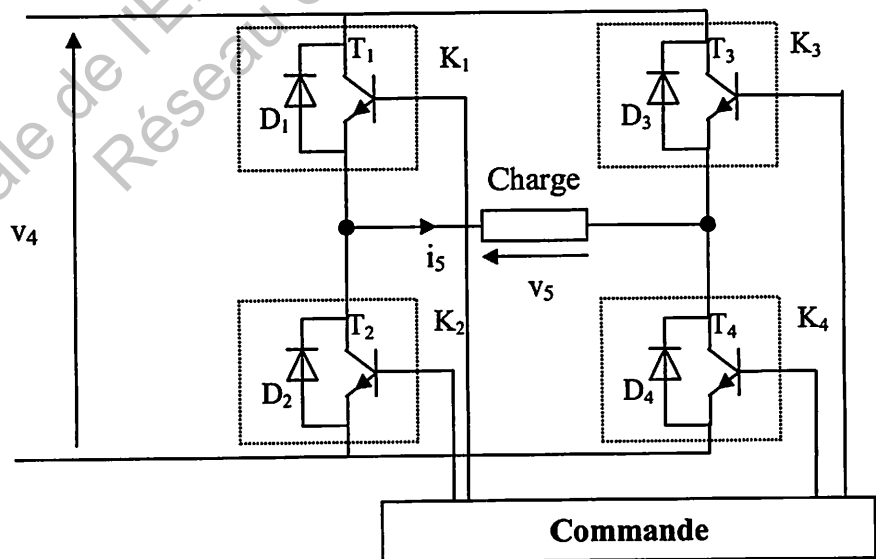

Figure 4
1. Indiquer sur le schéma de la figure 4 du document réponse 2, page 8, le branchement de l'oscilloscope permettant d'observer simultanément la tension v_3 et l'image du courant i_3 .
La structure de l'onduleur étudié est représentée sur la figure 4 ci-dessous. Les diodes et les transistors sont supposés parfaits.